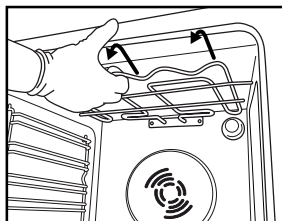
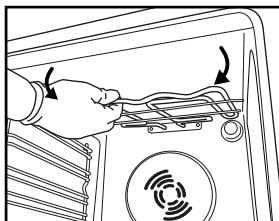

Fig 4
Fig 5
2. Estrarre leggermente la resistenza (Fig 4) e abbassarla (Fig 5).